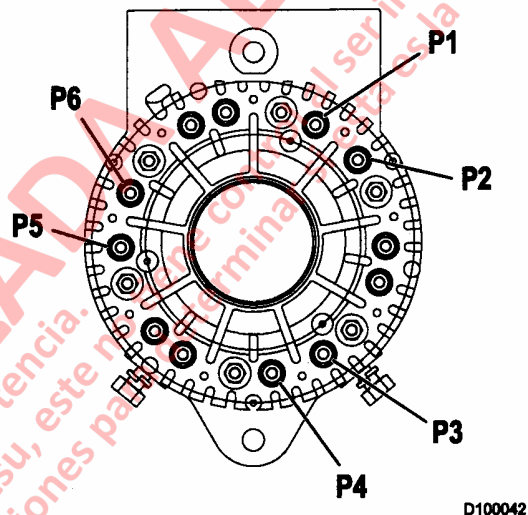

FIGURA 10-15. UBICACIONES DEL CONDUCTOR DE FASE
2. Conecte un conductor del medidor al conductor de fase P1 (Figura 10-15), conecte el otro conductor del medidor (uno a la vez) a cada conductor de fase P4, P5 y P6. Repita para P2 y P3.
2. Conecte un conductor del DMM al terminal (B-) en el alternador, y conecte el otro conductor del medidor a cada conductor de fase P1, P2 y P3 (Figura 10-15).